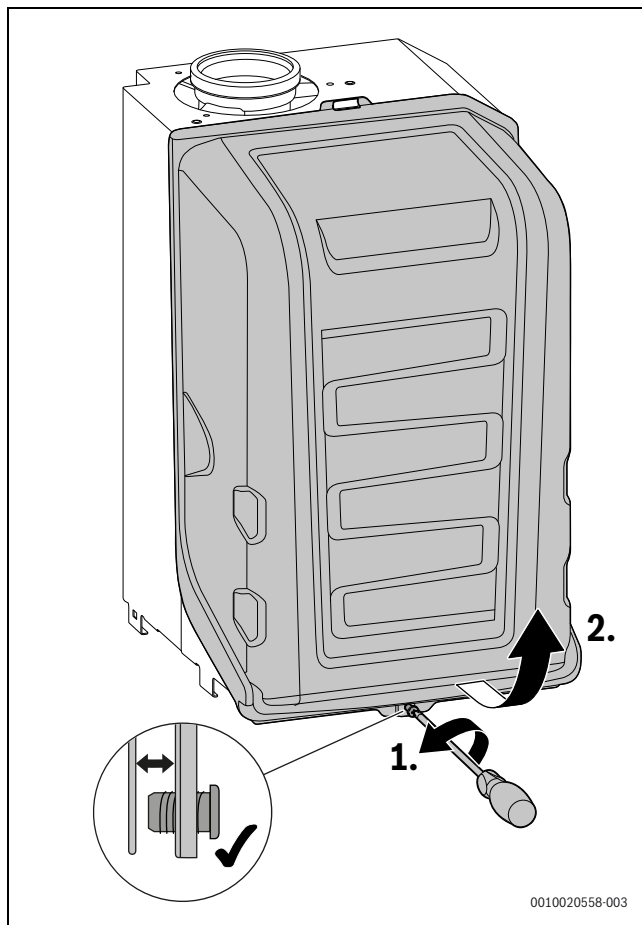

Bild 14 Brennerhaube abnehmen
- Brennerhaube abnehmen (→ Bild 14, Seite 84).